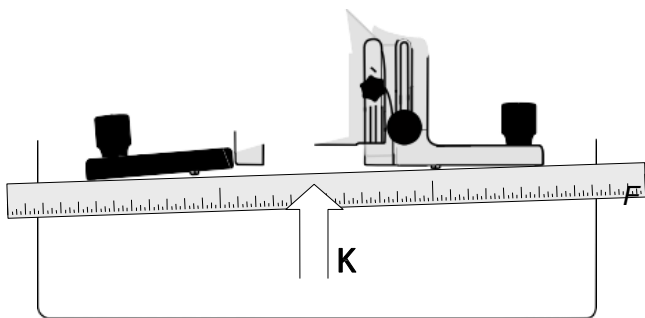
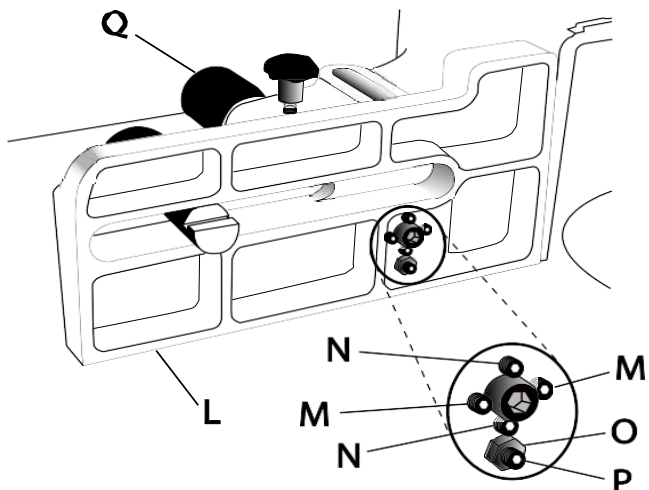

Рисунок 8
Рисунок 10
6. Снимите оба профиля (J1, J2) и прижмите линейку к корпусам подающего и отводящего упоров (Рисунок 8).
- Поддерживайте постоянное давление линейки на корпуса упоров (K, Рис. 8). В то же время попытайтесь выровнять оба упора в одной плоскости, как показано на Рисунке 9. Это достигается путем попеременной регулировки двух установочных винтов (M, Рис.10) на передней поверхности корпуса (L, Рис.10) с помощью шестигранного ключа на 3 мм с последующим перемещением корпуса устройством для точной регулировки упора. (Q, Рис. 10) по мере необходимости.
**Важно:** Рекомендуется поворачивать регулировочные винты (M, Рис. 10) с шагом 1,6 мм или менее за раз.
- Прижмите угольник к корпусу упора (L, Рис.10) и столу.
- Если требуется регулировка, выполните ее установочными винтами N (Рис. 10).
2. Используя гаечный ключ на 10 мм, ослабьте контргайку (O, Рис. 10), которая фиксирует установочный винт нулевого положения (P, Рис. 10) на корпусе (L, Рис. 10).
3. Ослабьте или затяните установочный винт (P, Рис.10), как того требует ситуация, чтобы выровнять корпуса упоров, как показано на Рисунке 11-М.
**Примечание:** Устройство точной регулировки упора (A) находится в конечном положении по часовой стрелке (см. шаг 2).
4. Затяните контргайку (O, Рис. 10).